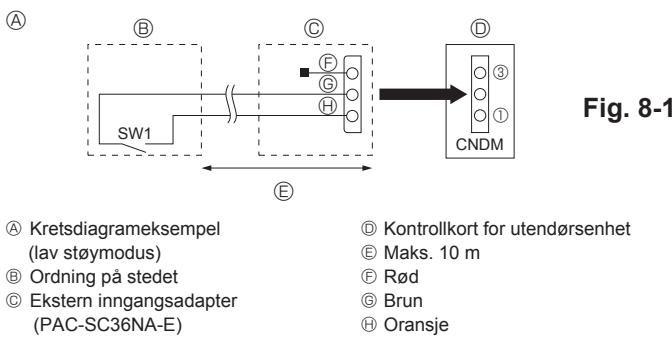

Fig. 8-1
8.1. Lav støymodus (modifikasjon på stedet) (Fig. 8-1)